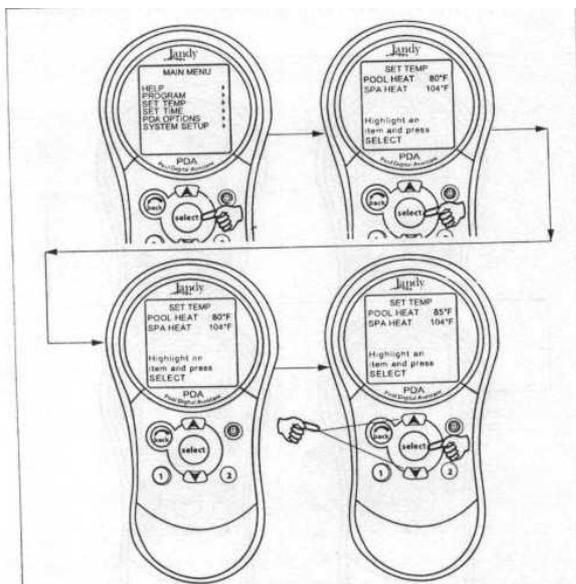

Figura 25. Configuración del menú de temperatura
**Combinação Piscina/Spa –Escolha MENU e pressione SELECT. Escolha SET TEMP (fixar a temperatura) e pressione SELECT (ver Figura 25).** Use o botão UP ou DOWN para escolher POOL ou SPA e pressione SELECT.